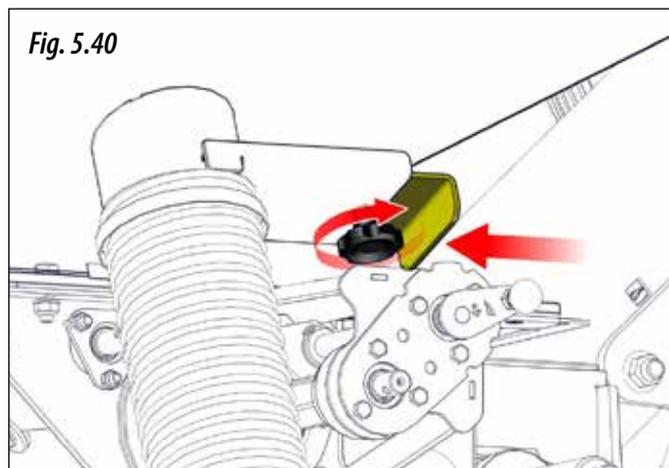

Fig. 5.40
**6-** Refermer les goulottes d'évacuation et les fixer à l'aide de la molette (figure 5.40).